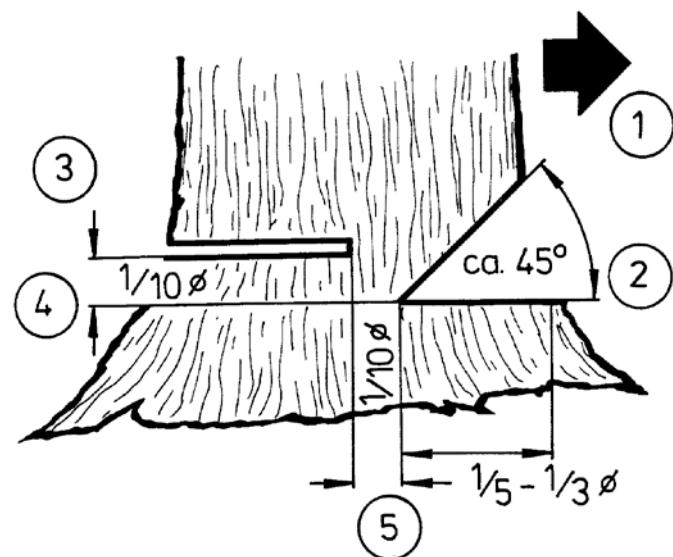

Рис. 15
3. Основной пропил (3) следует располагать несколько выше по отношению к нижней кромке подпила (расстояние должно составлять  $1/10$  диаметра ствола дерева, см. также пункт 4 на рис. 15). Основной пропил должен производиться строго горизонтально. Между основным пропилом и подпилом должно сохраняться некоторое расстояние (недопил –  $1/10$  диаметра ствола дерева, см. также пункт 5 на рис. 15).